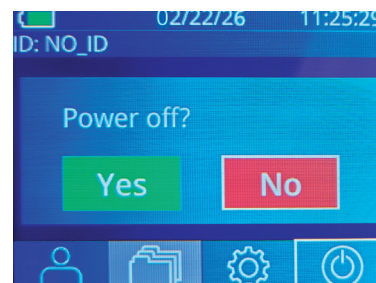

Abb. 45
- Navigieren Sie entweder zum Startbildschirm und wählen Sie das Symbol **Power**  aus und anschließend **Yes**, um das Gerät AUSZUSCHALTEN (Abb. 45).